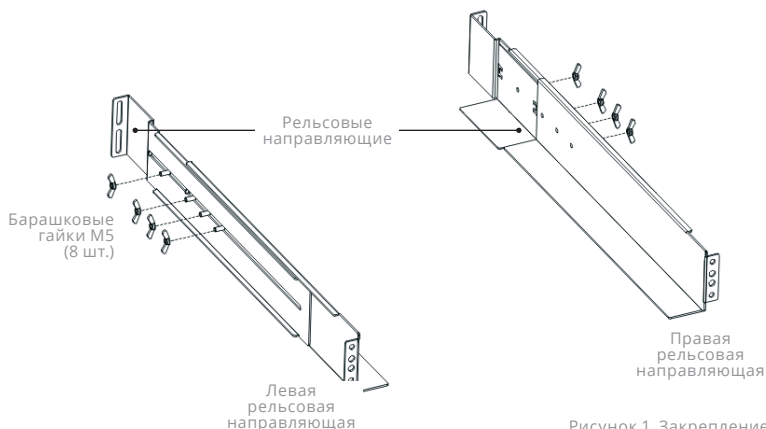

Рисунок 1. Закрепление реек
- с. Затяните четыре гайки M5 зонтичного типа со стороны направляющей в сборе (см. Рис. 1).